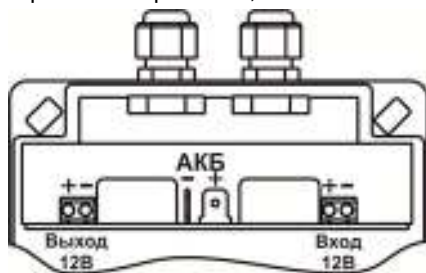

Рис.3
- подключить провода нагрузки (напр. видеорегистратора) к клемменной колодке «**ВЫХОД**» на плате в соответствии с полярностью (см. рис.3);
- подключить провода от бортовой сети транспортного средства к клемменной колодке «**ВХОД**» на плате в соответствии с полярностью (см. рис.3);
- Соединить внутри источника клеммы от встроенной АКБ с платой источника перемычками с учетом полярности (см. рис.3):